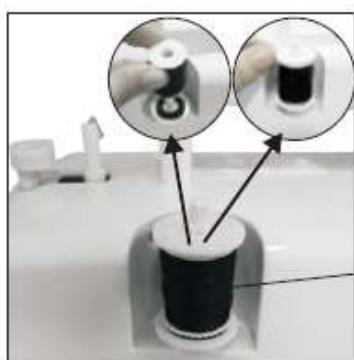

Abb. 20
1. Setzen Sie eine Garnspule auf den Garnspulenhänger. (Abb. 20)